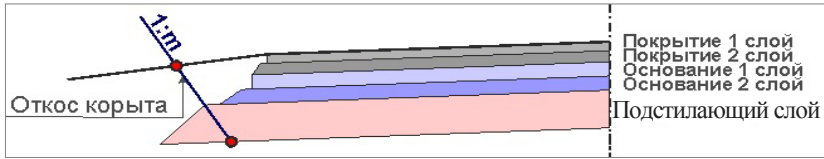

Рис. 19.5
- **По верху подстилающего слоя** – низ корыта определяется точками пересечения откосов корыта, построенных через крайние точки по верху ПС с заданным заложением слева/справа, и линии по низу ПС (рис. 19.5).